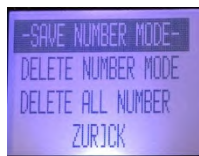

Abbildung 4
- Drücken Sie gleichzeitig die beiden Steuerungstasten-1 (▲▼). Daraufhin erscheint ein Menü wie in Abbildung 4.